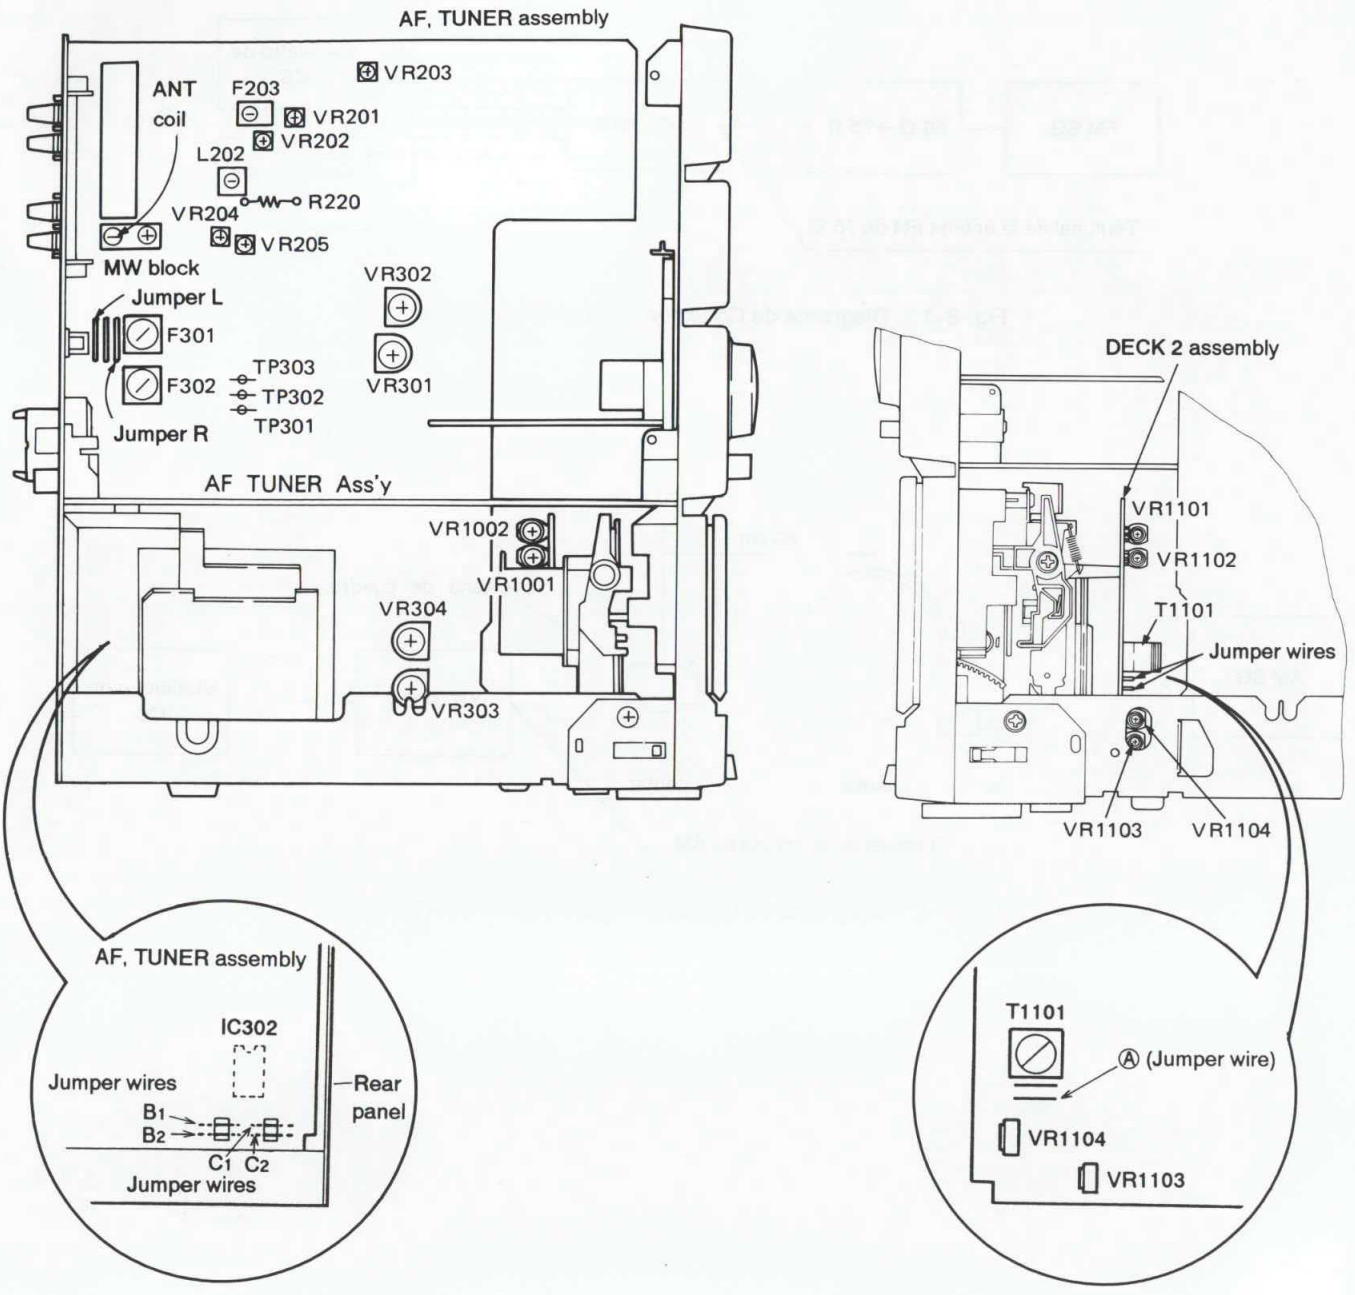

Fig. 8-3. Puntos de Ajuste y Puntos de Prueba
- Vea los puntos de prueba y los controles de ajuste en la Fig. 8-3.
**Nota:** Para que la respuesta en frecuencia del ecualizador fonográfico sea plana, efectúe los puntos de ajuste 2 a 4 siguientes conectando B1 a B2 y C1 a C2 respectivamente (consúltese la Fig. 8-3).